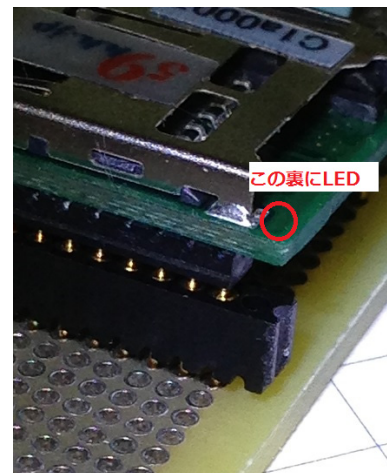

図 10.3
- ・ 図 10.3 は、uSDCONF1F を実装した写真です。uSDCONF1A の 24pin が存在する箇所に LED が存在しますが、コネクタ間との距離も十分保たれています。